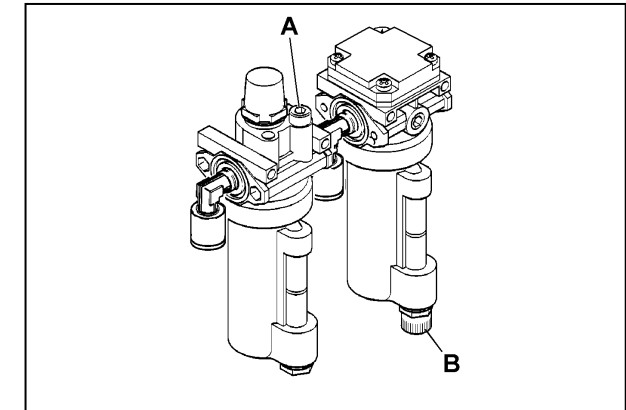

Fig. 26
Drain water daily from water separator. Do this by pulling down the fitting 'B' (Fig.26).
I. *La machine est équipée d'un huileur automatique, contrôler régulièrement le niveau de l'huile. Quand on ajoute de l'huile au graisseur, il faut tout d'abord débrancher le réseau de l'air comprimé, enlever ensuite la vis 'A' et ajouter de l'huile 10w Non détergent / Huile pour outils pneumatiques, en quantité suffisante. S'assurer que les joints soient en position quand on monte l'embaïement de nouveau . Vider tous les jours le filtre de l'eau en tirant la décharge rapide 'B' vers le bas (Fig.26).*